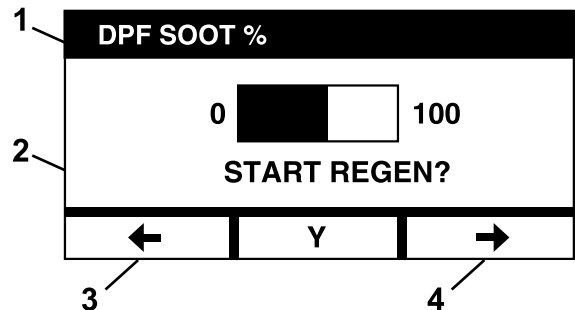

Figure 15
- E. Sélectionnez Y (oui) sur l'écran Start Regen (lancer régénération) pour confirmer le processus de régénération (Figure 15).